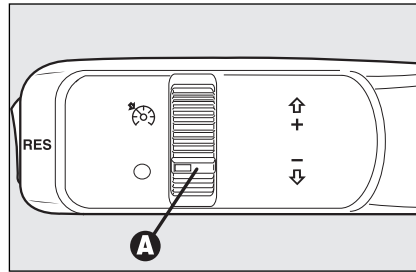

fig. 57
Draai draaiknop **A-fig. 57** op
- draai de draaiknop **A-fig. 57** in stand en trap het gaspedaal in tot de auto met de gewenste snelheid rijdt;
- door knop **A-fig. 57** in stand **O** te zetten;
Bij een storing of defect van de cruise control moet de draaiknop A-fig. 57 in stand O worden gezet. Controleer de zekering en laat het systeem door het Alfa Romeo Servicenetwerk controleren.